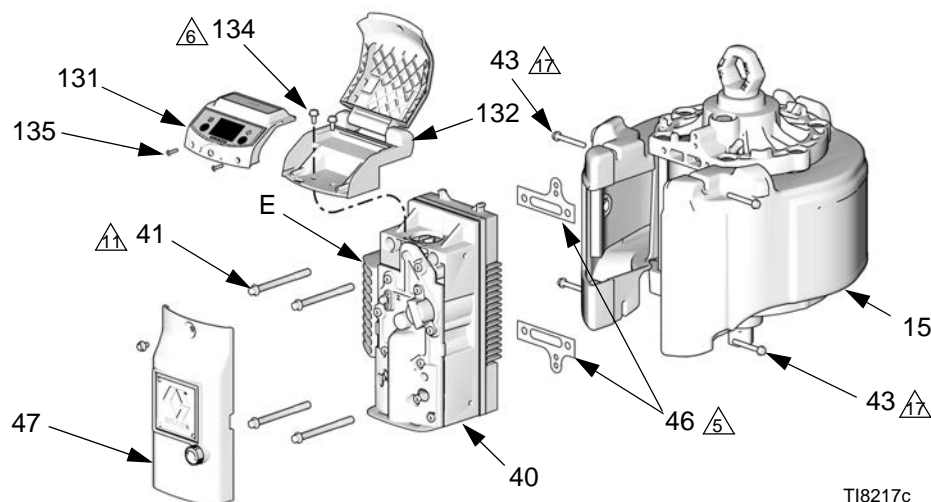

FIG. 9. Dépose de la vanne d'air (modèle illustré équipé d'un module DataTrak)
4. Consultez la FIG. 9. Retirez le capot de vanne extérieure (47).
- a. **DataTrak Modèles** : retirez les deux vis (135). Retirez prudemment le module DataTrak (131), consultez la page 14. Débranchez les câbles de l'électrovanne d'emballage et du capteur de la carte du module. Retirez les deux vis (134) puis faites prudemment glisser le boîtier (132) de la vanne d'air.
7. Consultez la FIG. 9, page 21. Lubrifiez les joints (46) et assurez-vous qu'ils s'alignent avec les orifices au fond de la vanne d'air (40). Installez la vanne d'air. Installez les vis (41) puis serrez-les à un couple de 27,1 N•m (20 pi-lb). Vissez les vis (43) à la main puis serrez-les complètement sur le silencieux (15).